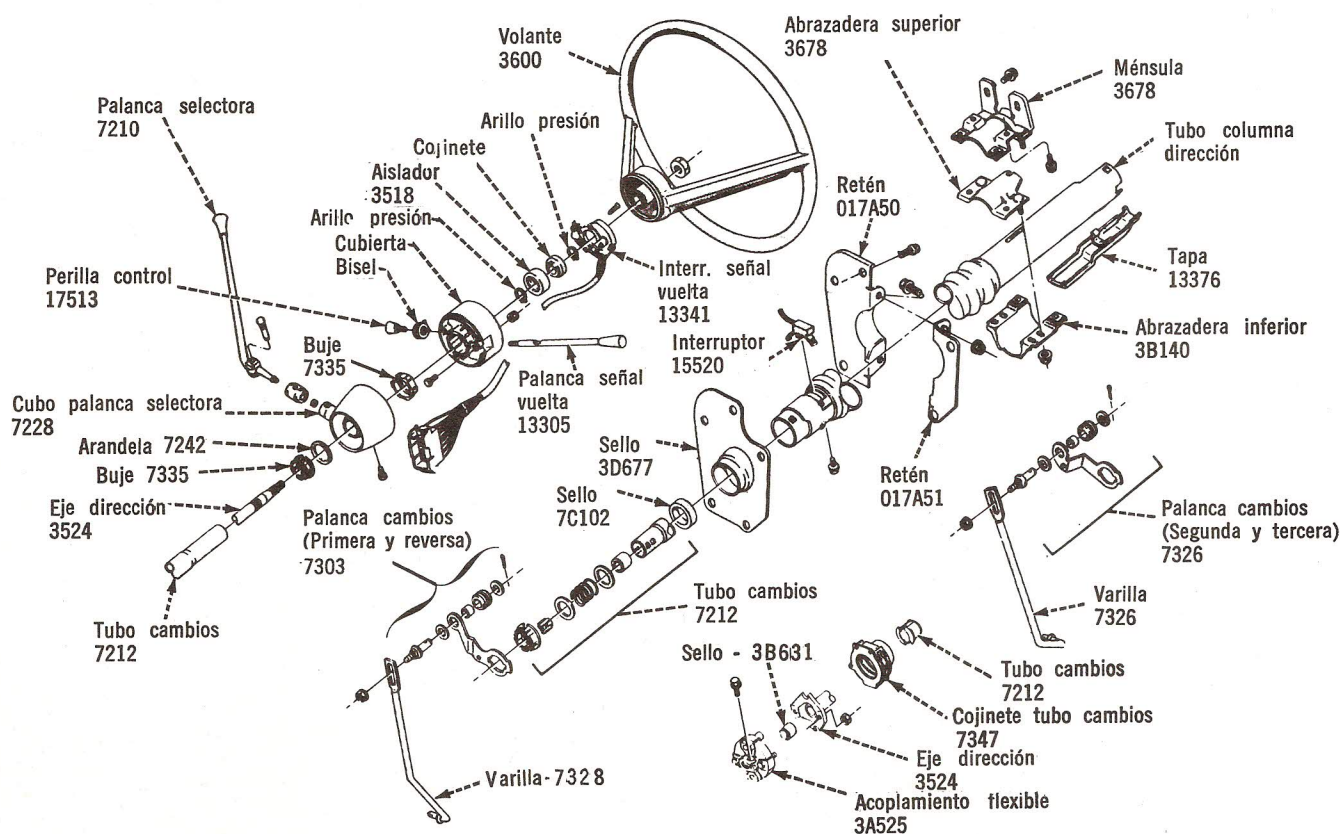

Fig. 6—Componentes de la Columna de Dirección. Típica.
15. Afloje las dos tuercas del tornillo de la brida que sujetan la brida al tubo de la columna (Fig. 6). Desenganche las cabezas de los tornillos del tubo y desmonte la brida.